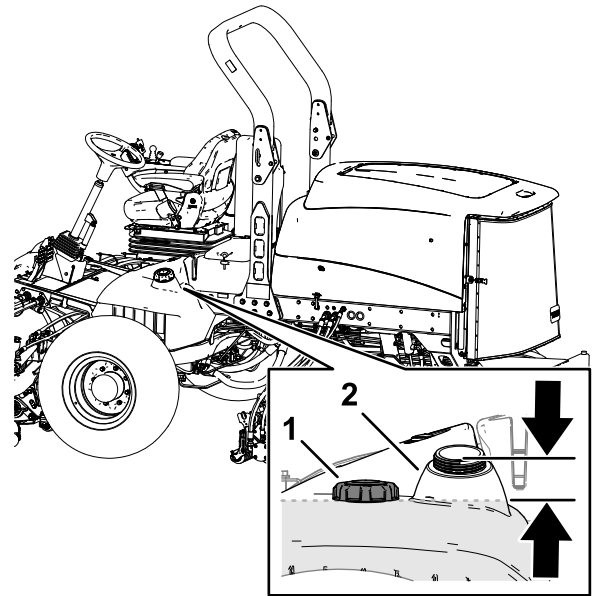

Figura 50
3. Retire el tapón del depósito de combustible (Figura 50).